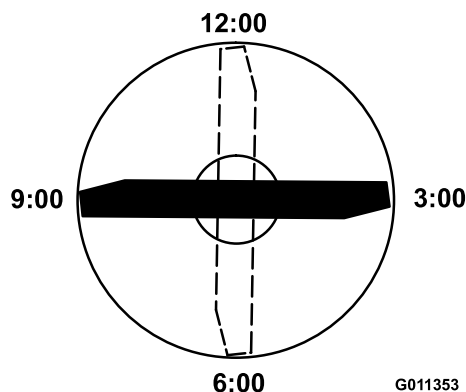

Figura 61
4. Posicione a extremidade de corte da extremidade marcada da lâmina nas 12 horas (a direito na direção do corte) (Figura 61) e meça a altura da mesa à extremidade de corte da lâmina.
5. Rode a extremidade marcada da lâmina para as posições das 3 horas e das 9 horas (Figura 61) e meça as alturas.